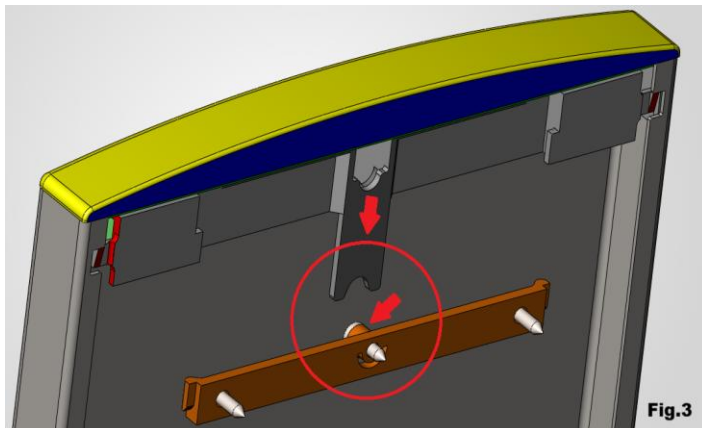

Fig. 3 — Inserimento codina nella staffa superiore
2. Inserire la codina nell'apposita sede di aggancio della staffa superiore (Fig. 3).